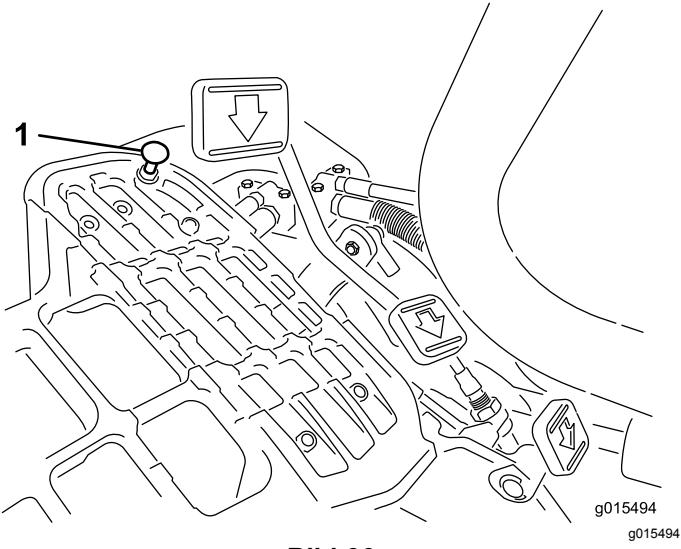

Bild 36
Stellen Sie den Funktionsschalthebel in die TRANSPORT-Stellung und treten Sie auf das Fahrpedal, um die maximale Transportgeschwindigkeit zu erreichen. Wenn das Pedal den Anschlag erreicht (Bild 36), bevor das Kabel gespannt ist, führen Sie folgende Einstellungsschritte aus:
1. Stellen Sie den Funktionsschalthebel in die TRANSPORT-Stellung lösen Sie die Sicherungsmutter, mit der der Pedalanschlag an der Bodenplatte befestigt ist (Bild 36).